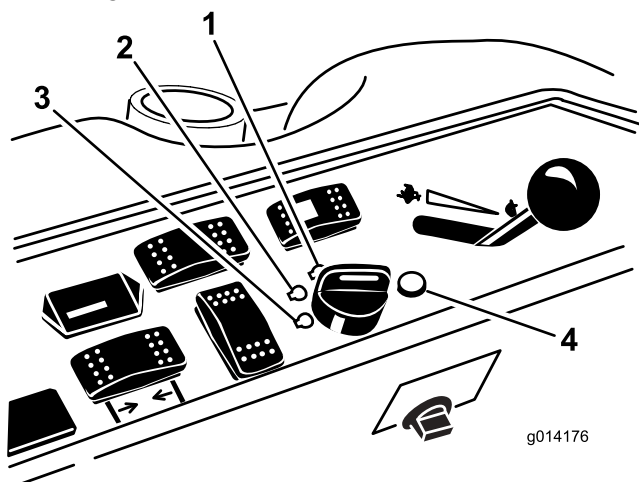

Figura 21
- Gire el interruptor de encendido a la posición MARCHA (Figura 21).